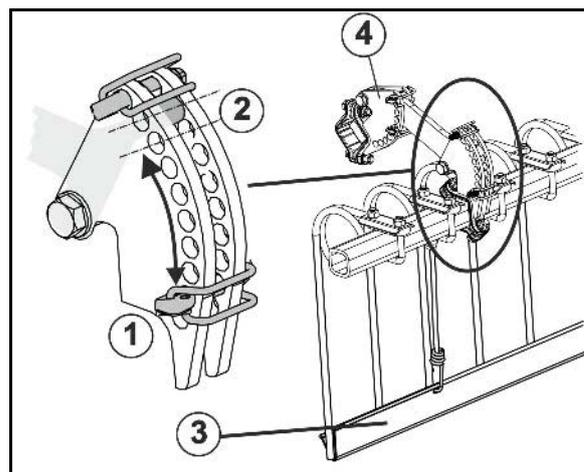

Fig. 47
- Monter la barre de protection de transport (Fig. 47/3)
- Serrer les dents avec l'axe de fixation (Fig. 47/1) en position 2.